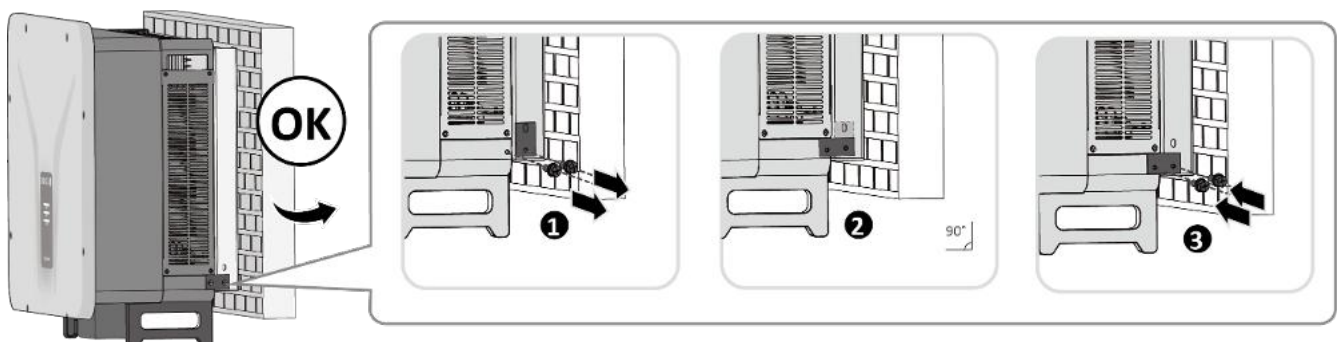

Abb. 12. Wechselrichter sichern
3. Beiliegende Schraube an der Lasche der Halterung einsetzen und Gerät zur Sicherung gegen Ausheben befestigen (siehe Abb. 12). [~~X~~P / mm 2,5 Nm]